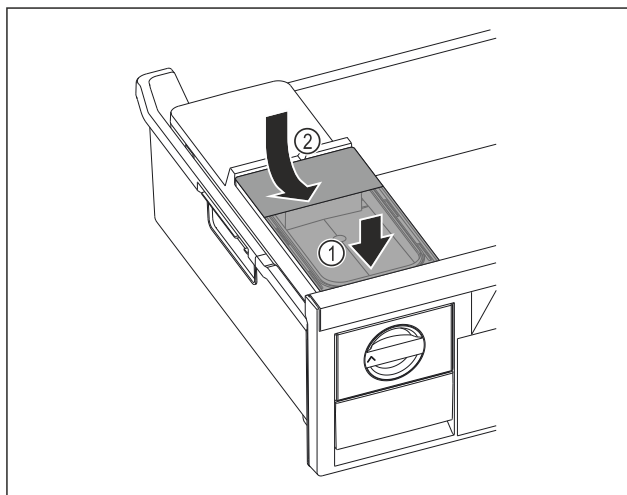

Fig. 72
- ▶ Rezervoar za vodo namestite spredaj. Fig. 72 (1)
- ▶ Zadaj rezervoar za vodo spustite. Fig. 72 (2)